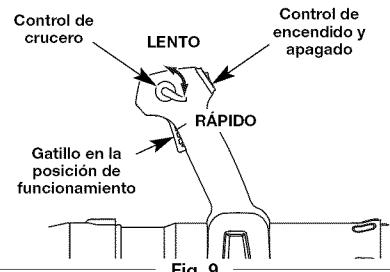

Fig. 9
**NOTA:** No hay necesidad de encender la unidad. El Control de Encendido y Apagado está en la posición **Encendido (I)**, en todo momento (Fig. 9).
5. Oprima el control de crucero hacia abajo para trabar el gatillo en la posición de **RÁPIDO** (Fig. 9).
2. Oprima y mantenga oprimido el control de encendido y apagado en la posición de APAGADO (O) hasta que el motor se detenga por completo (Fig. 9).
1. Una vez que el motor haya arrancado y esté caliente, oprima el gatillo para acelerar la unidad según sea necesario (Fig. 9).
2. Para períodos de funcionamiento más prolongados y para eliminar la posibilidad de fatiga en el dedo, mueva el control de crucero hacia la posición RÁPIDO para aumentar poco a poco o mantener la velocidad del motor de la unidad (Fig. 9). Cuando se oprima el control de crucero, el gatillo retrocederá hacia la manija.
3. Para disminuir la velocidad del motor, mueva el control de crucero hacia la posición LENTO y el gatillo regresará a la posición de marcha en vacío (Fig. 9).
- NOTA:** No hay necesidad de encender la unidad. El Control de Encendido y Apagado está en la posición **Encendido (I)**, en todo momento (Fig. 9).
5. Oprima el control de crucero hacia abajo para trabar el gatillo en la posición de RÁPIDO (Fig. 9).
- Use el control de crucero (Fig. 9) para mantener el gatillo oprimido mientras esté trabajando para facilitar el funcionamiento continuo.